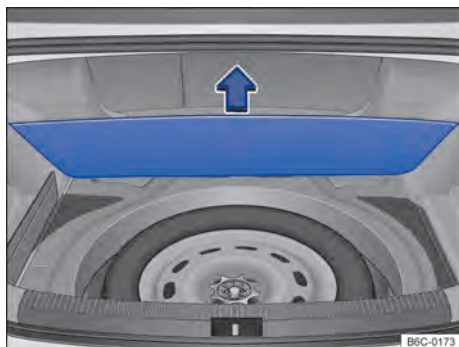

Fig. 133 En el maletero, por debajo del revestimiento del piso: rueda de emergencia y herramientas de a bordo.
Las herramientas de a bordo y la rueda de emergencia están ubicadas en el maletero, debajo de la moqueta → fig. 133.
- Levantar el guarnecido del maletero → fig. 133.